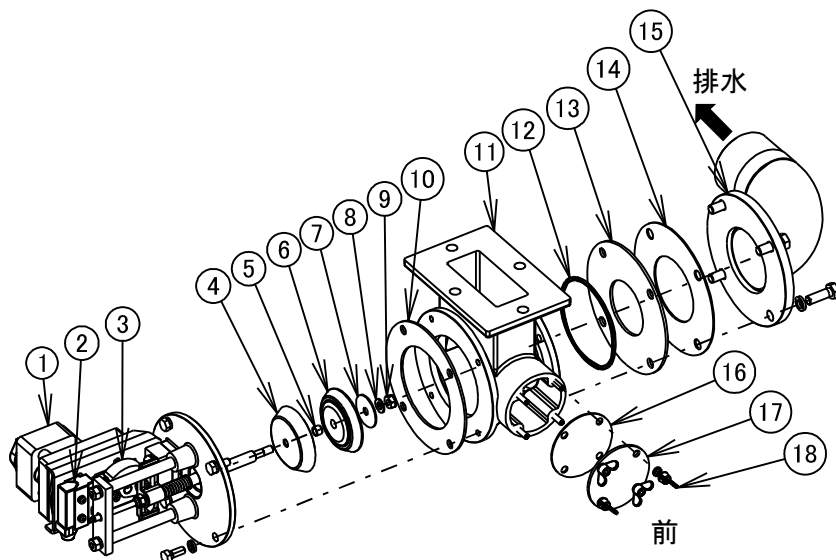

図 8-12
4) 排水弁補助弁の交換(図 8-12)
- ・ ①モータと②リミットスイッチのケーブルコネクタを外します。①モータアース線を外します。
- ・ ボルト(M8)を緩めて①～⑩一体品を取り外します。
- ・ ⑩U ナット(M8)を緩めて⑤～⑧弁部をシャフトから取り外します。
- ・ ⑥排水弁補助弁の中央にはまっている⑤排水弁スペーサを取り外し新しい⑥排水弁補助弁に取り付けます。
- ・ ⑤～⑧弁部をシャフトに逆の手順で組み付けます。
- ・ ①～⑩一体品をボルト(M8)で組み付けます。
- ・ ①モータと②リミットスイッチのケーブルコネクタ及び、①モータアース線を接続します。
- ・ ③排水弁マイクロカム回転方向と排水弁の動作確認を行うこと。